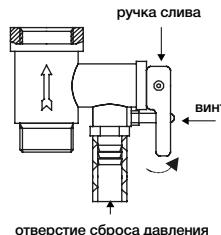

Рис. 8
- для вертикальных водонагревателей серии МЕ2: нажать до щелчка кнопку, расположенную по центру термовыключателя, который находится рядом с ТЭНом (имеет круглую форму), рис.8;